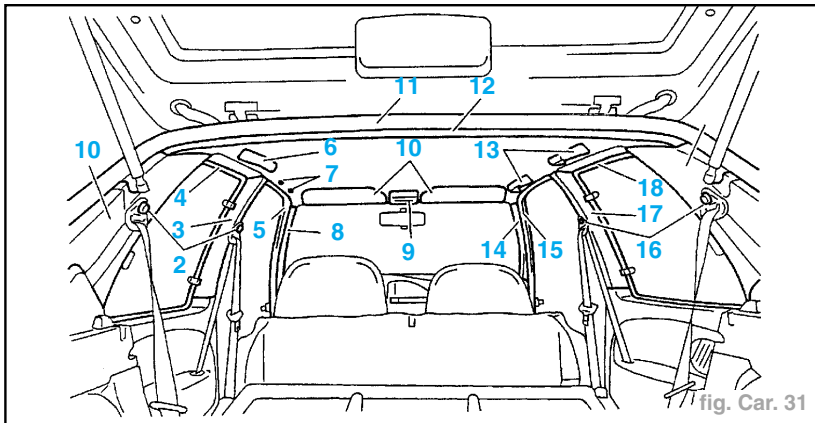

fig. Car. 31
- Dégrafer partiellement le joint d'encadrement des éléments suivants (fig. Car. 31) :
- les portes AV (5) et (15),
- les custodes (4) et (18),
- le hayon AR (11).
- le profilé de finition AR de pavillon (12),
- les poignées de maintien (6) et (13),
- les obturateurs (7),
- les pare-soleil et les supports (10),
- le plafonnier (9),
- les ceintures de sécurité AV et AR (2) et (16),